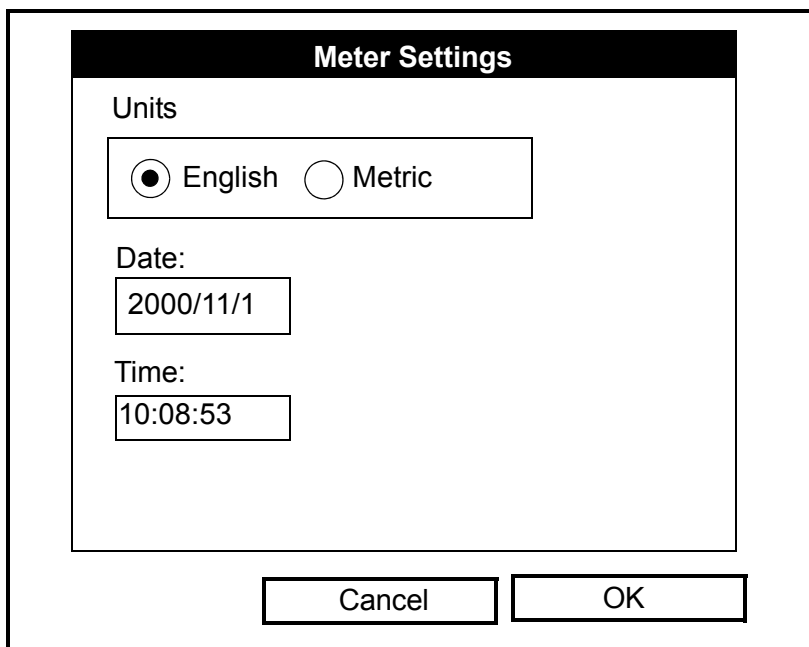

Figura 3-12: A janela *Meter Settings* (Definições de Medidor)
2. Desloque-se até à opção *Units* (Unidades) e pressione [ENTER]. Surgirá a janela *Meter Settings* (Definições de Medidor) (consulte a Figura 3-12 abaixo).
2. Desloque-se até à opção *Date/Time* (Data/Hora) e pressione [ENTER]. Surgirá a janela *Meter Settings* (Definições de Medidor) (consulte Figura 3-12 na página 3-14).